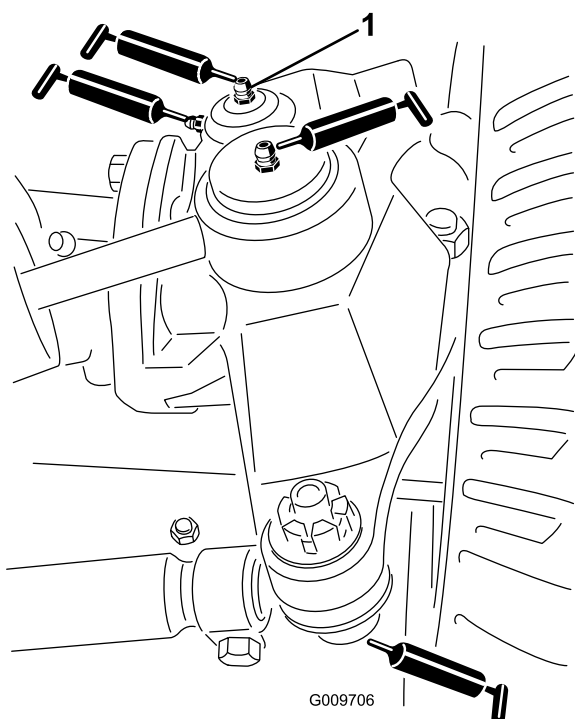

Figura 60
- Rótulas do cilindro da direção (2), como se mostra na Figura 60
- Rótulas da barra de ligação (2), como se mostra na Figura 60
- Casquilhos do pino principal (2), como se mostra na Figura 60